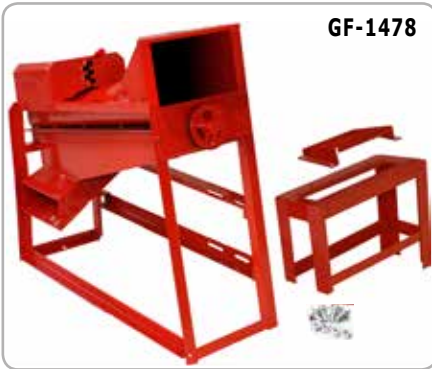

Fig.9
- Așezați corpul principal premontat al batozei pe o suprafață plană uscată, conform Fig.9;